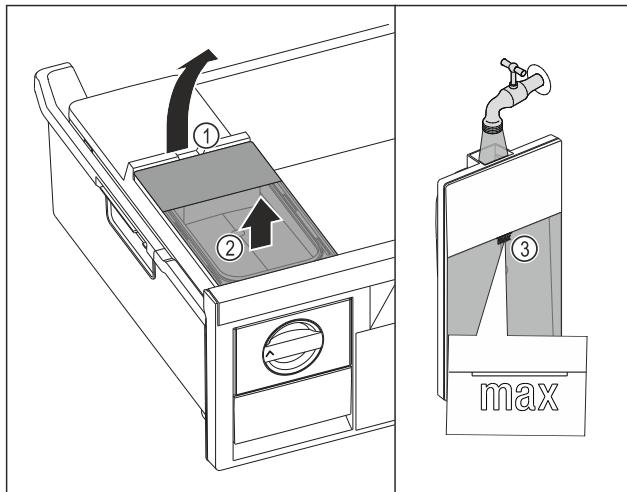

Fig. 100
- Podignite spremnik za vodu na otvoru Fig. 100 (1).
- Izvadite spremnik za vodu prema gore. Fig. 100 (2)
- Spremnik za vodu napunite pitkom vodom do oznake Fig. 100 (3).